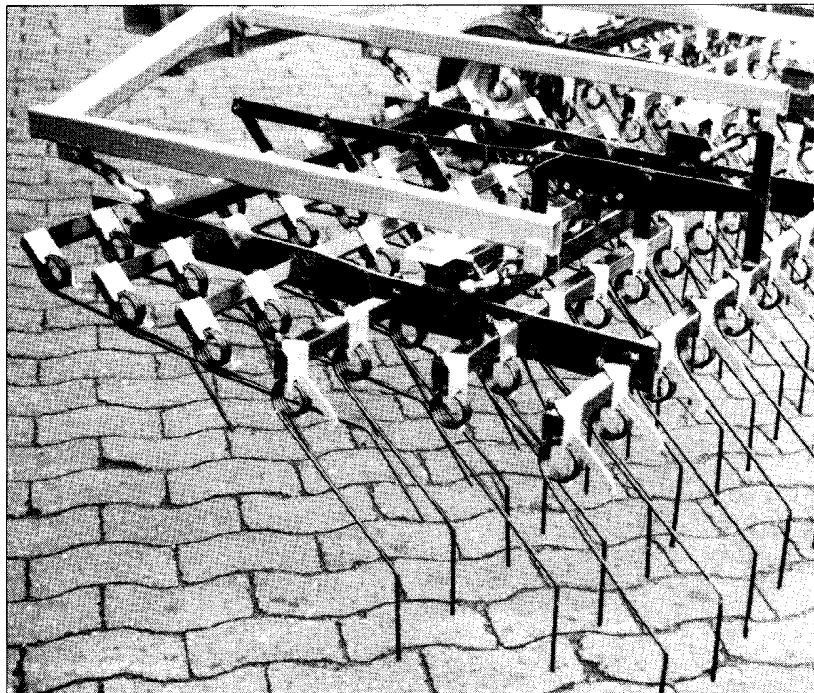

Fig. 9
- hinterste Bohrung - doppelter Strichabstand (siehe Fig. 9).